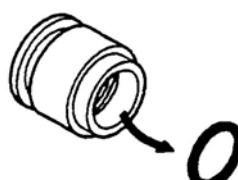

Fig. 6.3
- De O-ring uit het lager nemen. [Fig. 6.3]